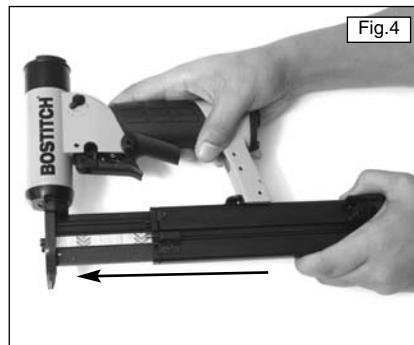

Fig.4
4. Cierre el cartucho como se muestra en la Fig.4 hasta que enganche en la posición de adelante. Ahora la herramienta queda lista para su uso.